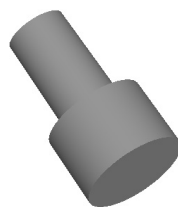

图 8.2 拔模 1
Step 2 创建图 8.2 所示的拔模 1。
(1) 选择命令。在 **修改** 区域中单击 **拔模** 按钮。
(2) 定义拔模类型。在“面拔模”对话框中将拔模类型设置为“固定平面”类型。